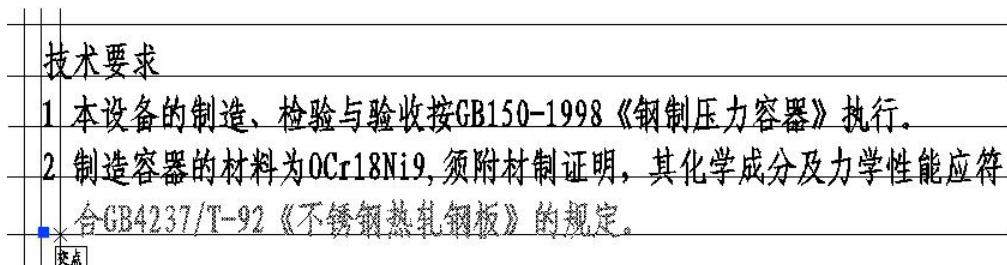

图 5-23 粘贴第 4 行单行文字
8、按照同样的方法，复制粘贴第 4 行单行文字，效果如图 5-23 所示。